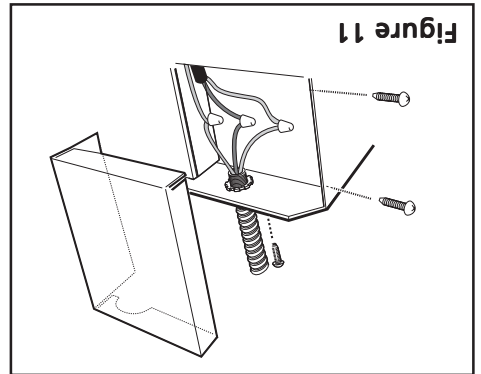

Figure 11
**18.** Retirer le couvercle de la boîte des connexions électriques, comme illustré dans la Figure 11.
**21.** Connecter le fil noir du panneau de commandes au fil noir ou rouge de la boîte des connexions électriques, le fil blanc au fil blanc et le fil vert au fil vert/jaune (Figure 11).